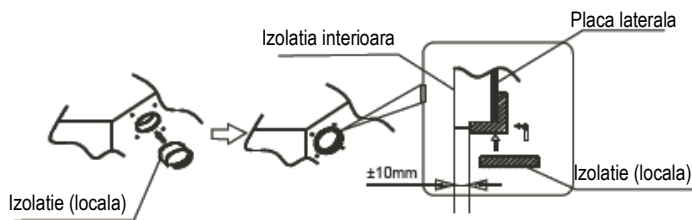

Fig. 5-5
- Amplasati etans izolatia de-a lungul gaurii unitatii conform indicatiilor. Capetele placii laterale si izolatia interna trebuie sa adere perfect fara a lasa nici un spatiu de-a lungul circumferintei gaurii. Asigurati-va ca suprafata interna a izolatiei intra in contact etans cu marginea izolatiei interne si placa laterala. (*consultati fig. 5-5*)